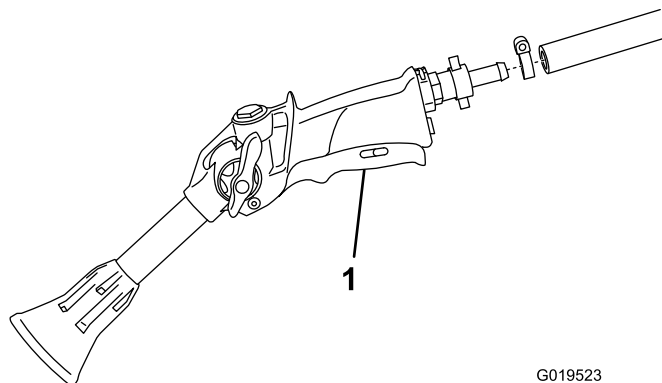

Рисунок 11
1. Подсоедините свободный конец длинного шланга к штуцеру распылителя (Рисунок 11).